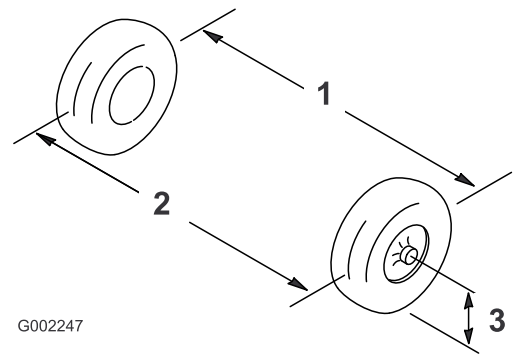

图51
2. 以轮轴的高度为标准、分别测出两个前轮的轮前距离和轮后距离图51。